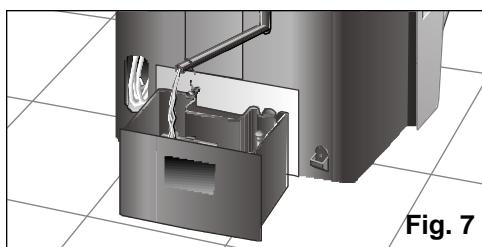

Fig. 7
- ❑ En caso de que sea necesario inclinar el equipo para facilitar su transporte habrá que vaciar el agua que se encuentra en el depósito interno del mismo sacando de su alojamiento el tubo de desagüe y desmontando el tapón, Fig. 7 para evacuar el agua generada. Una vez vaciado el depósito, no olvide colocar tapón y tubo en su alojamiento.